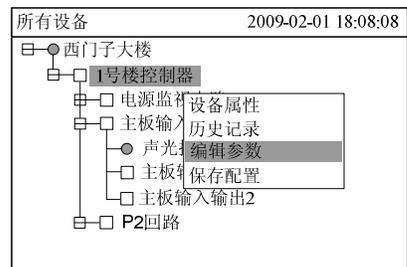
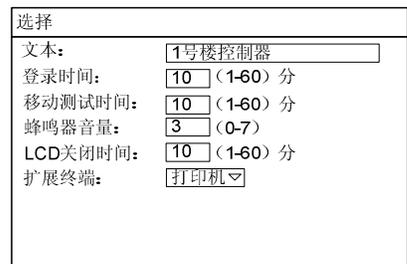

图 23-4
图 23-5
3. 按“→”键弹出快捷菜单（图 23-4），然后按“↓”键选择“编辑参数”，再按“OK”键，进入参数修改界面（图 23-5）。